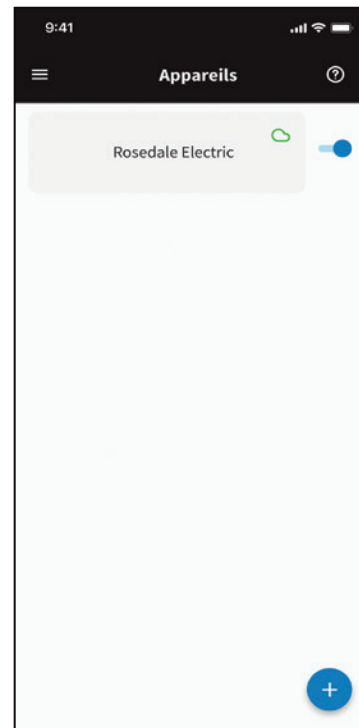

Fig. 33
- f. Une fois que l'appareil a été connecté au point d'accès, il peut recevoir un surnom afin d'être plus facilement reconnaissable (**Fig. 33**).